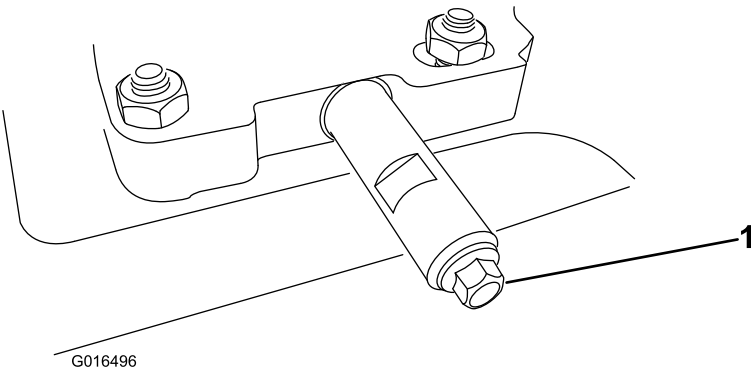

Figure 52
- 1. Nettoyez la surface autour du bouchon de vidange d'huile (Figure 52).